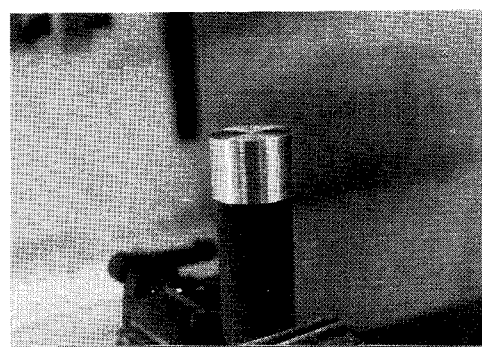

図 2-15
⑤ 治具接着位置の確認をする。
- ・ 図 2-14 のようなガイドを用意し、工作物とセンタ穴付き治具の取付け位置を確認する (図 2-15)。